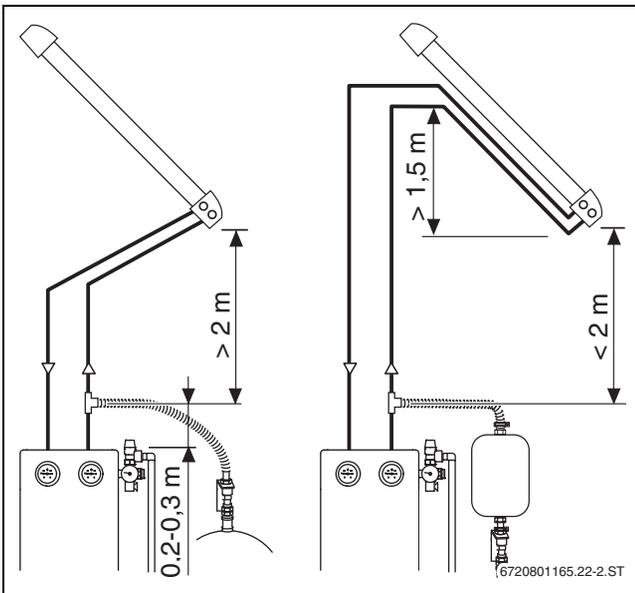

Fig. 9 Distancia con el panel del colector (VK)
- ▶ En el panel del colector con impulsión y retorno formar un "doble codo de conducto" de al menos 1,5 m de altura (→ fig. 9).